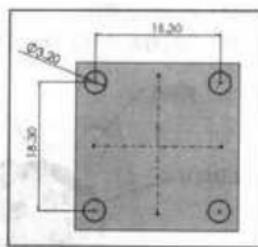

图 11-18 绘制安装孔切除草图
(1) 单击法兰面，使其成为草图绘制平面。
(2) 利用 (圆) 工具、 (中心线) 工具、 (添加几何关系) 工具和 (智能尺寸) 工具，绘制如图 11-18 所示的草图。
(3) 单击特征工具栏中的 \square (拉伸切除) 工具，在“终止条件”选项框中选择“给定深度”，并设置深度值为2mm，单击 \checkmark (确定) 按钮，完成安装孔的创建。